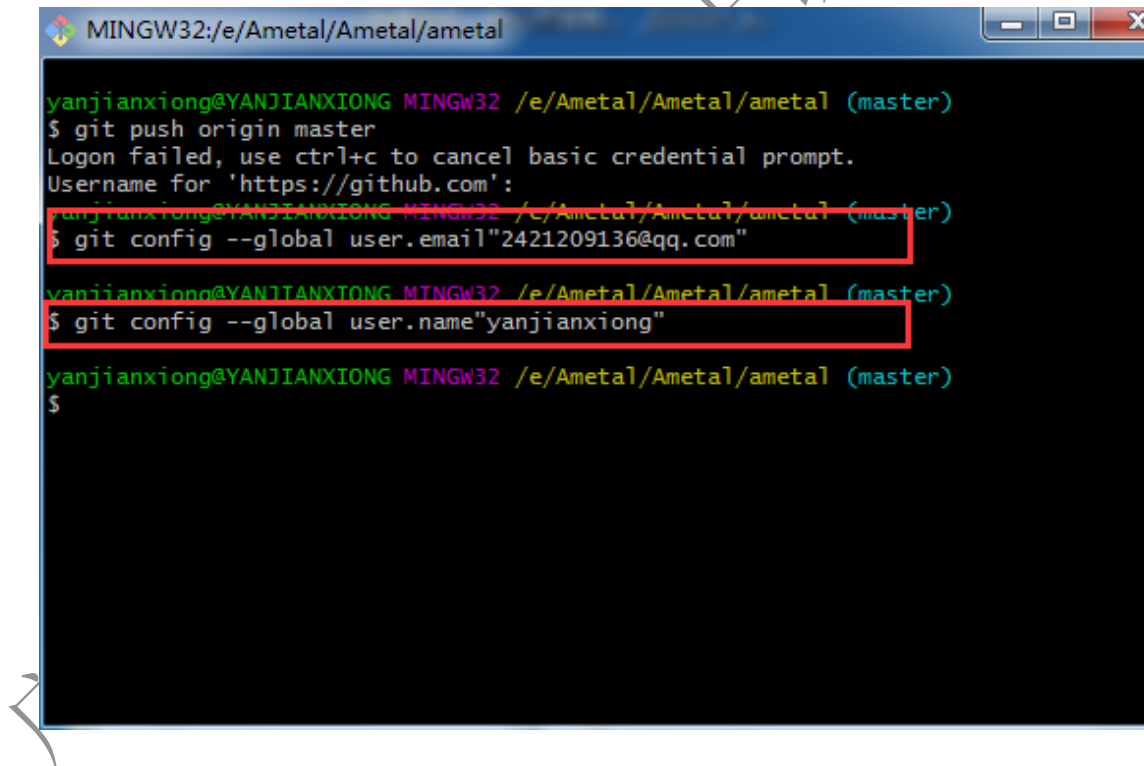

图 21 配置邮箱和用户名
2. 首次上传，需配置邮箱和用户名，操作方法如图 21 所示。